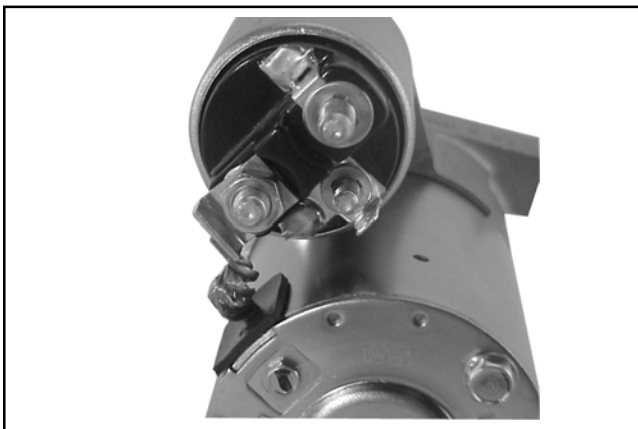

Figura 8-69. Collegamento del cavo delle spazzole positive (+).
14. Collegare il cavo/la staffa delle spazzole positive (+) al solenoide e fissare serrando il dado esagonale a **8-11 N·m (71-97 in. lb.)**. Non serrare eccessivamente. Vedere Figura 8-69.